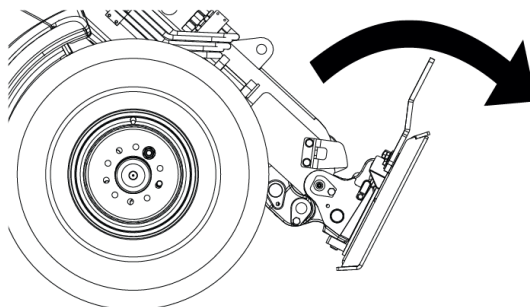

Bild 2: Koppling av redskapet
2. Luta adaptern framåt, som visas på bild 2.